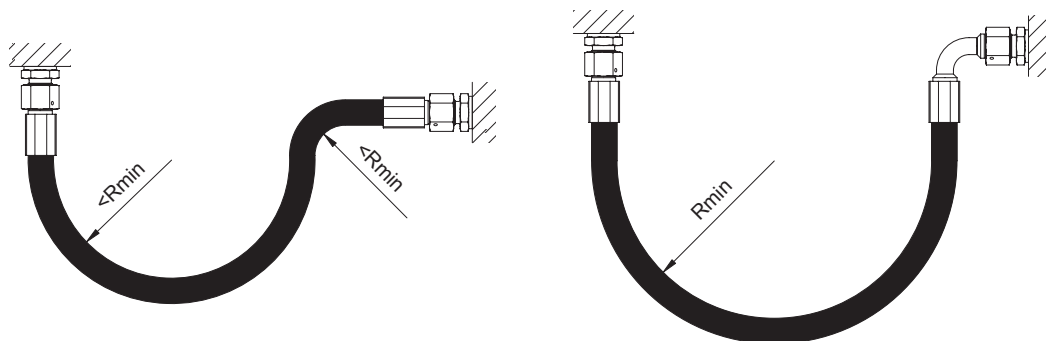

Fig. 3
3. Il tubo flessibile dev'essere montato, per quanto possibile, seguendo la sua curvatura naturale e mantenendo il raggio di curvatura minimo consentito per evitare strozzamenti e collassamenti e per non diminuirne la durata dopo l'assemblaggio. Dove non è possibile seguire tale prescrizione, utilizzare raccordi a gomito (Fig.3).